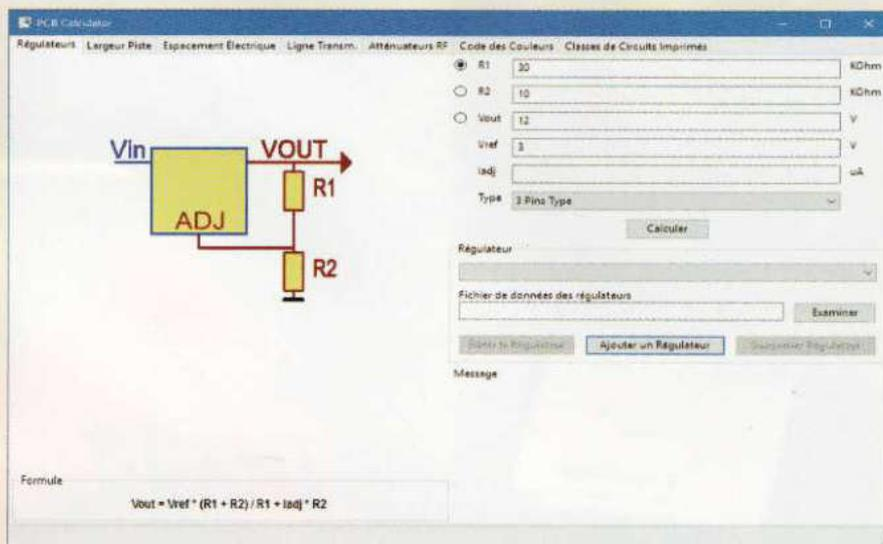

Figure 20 : calcul du diviseur de tension d'un régulateur linéaire.
- calculer les valeurs du diviseur de tension pour des alimentations à régulateurs linéaires (représenté en figure 20) ;